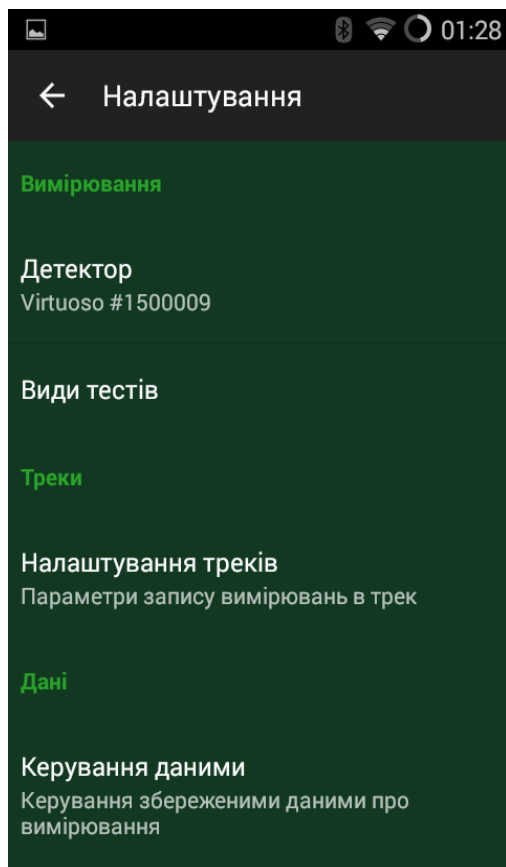

Рисунок 2.70 – Налаштування програми
Кнопка (2) відкриває меню, з якого можна перейти в налаштування програми (див. рис. 2.70), відкрити інформацію про версію програми «Virtuoso» (пункт «Про програму») або перейти у демо-режим програми (див. 2.12). Це меню також можна відкрити за допомогою відповідної кнопки (при наявності) Android-пристрою.